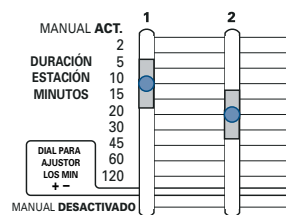

Ilustración 10: "Duraciones con el conmutador deslizante" fijadas en 10 minutos y 20 minutos
- Ponga cada conmutador en la hora deseada (de 2 a 120 minutos) para cada estación. [Ilustración 10]